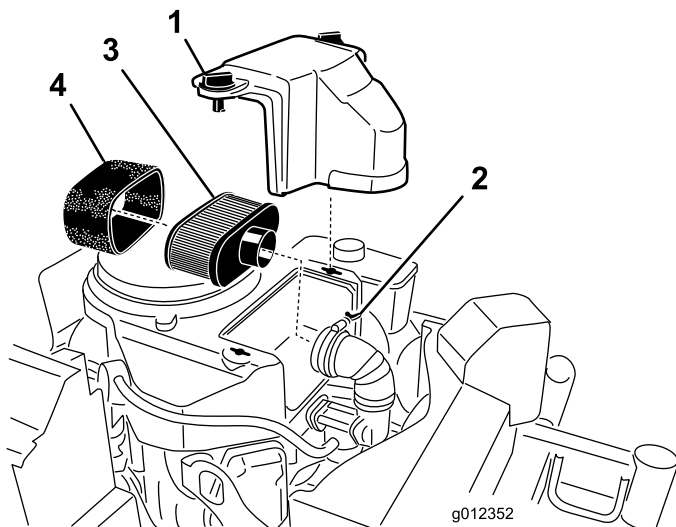

Figure 24
3. Nettoyez la surface autour du filtre à air pour éviter que des impuretés n'endommagent le moteur en tombant à l'intérieur (Figure 24).
4. Dévissez les boutons du couvercle et déposez le couvercle du filtre à air (Figure 24).
5. Dévissez le collier et déposez l'ensemble filtre à air (Figure 24).
6. Sortez délicatement l'élément en mousse de l'élément en papier (Figure 24).
1. Ne nettoyez pas l'élément en papier. Remplacez-le (Figure 24).
1. Glissez délicatement l'élément en mousse sur l'élément en papier (Figure 24).
2. Posez l'ensemble filtre à air sur sa base et fixez-le en place avec les 2 écrous à oreilles (Figure 24).
3. Mettez le couvercle du filtre en place et serrez le bouton (Figure 24).